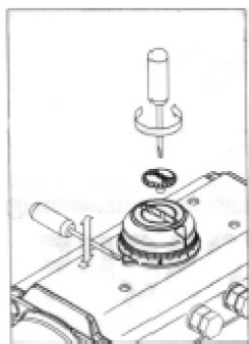

Рисунок 1
а) Демонтаж позиционного указателя (19), рисунок 1:
б) Демонтаж стопорных винтов (02), рисунок 1: